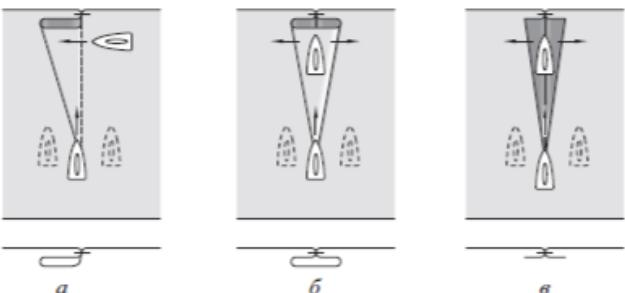

Рис. 3. Обработка вытачки с одной вершиной
- на тканях средней плотности — заутюжьте (рис. 3, а);
- на тонких тканях — разутюжьте (рис. 3, б);
- на толстых тканях — разрежьте вытачку по ребру, обметайте срезы и разутюжьте (рис. 3, в).